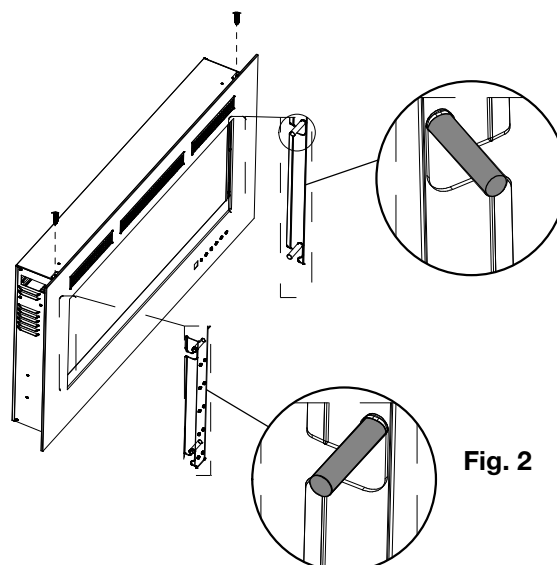

Fig. 2
E. Installer l'écran décoratif en l'alignant sur les tiges de l'appareil (**Fig.2**). Insérer l'écran décoratif vers le bas afin qu'il s'enclenche correctement dans les supports. L'écran doit être totalement inséré afin d'assurer le bon fonctionnement du panneau de commande tactile.